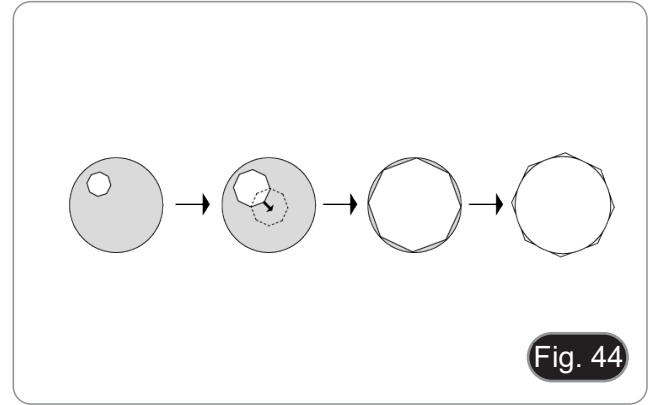

Fig. 44
4. Verwenden Sie die beiden Zentrierschrauben ④ mit dem mitgelieferten Inbusschlüssel, um den hellen Fleck in die Mitte des Sichtfelds zu bringen.
5. Öffnen Sie die Membran schrittweise, indem Sie den Hebel ① einsetzen. Die Membran ist zentriert, wenn das Membranbild symmetrisch zum Sichtfeld ist. (Fig. 44)